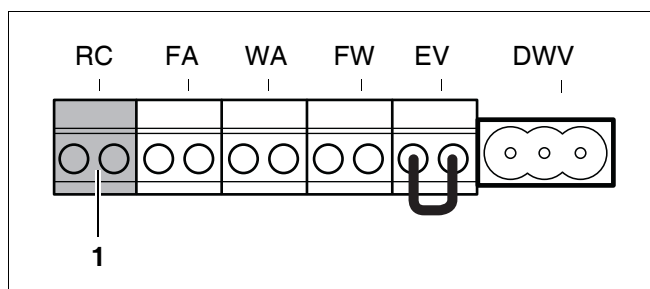

Fig. 51 Klemrække - rumbetjeningsenhed RC og EMS-bus (tilslutningsfarve orange)
- Slut EMB-bussens tilslutningskabel til det orange stik på klemmetilslutningslisten (fig.51, pos. 1).